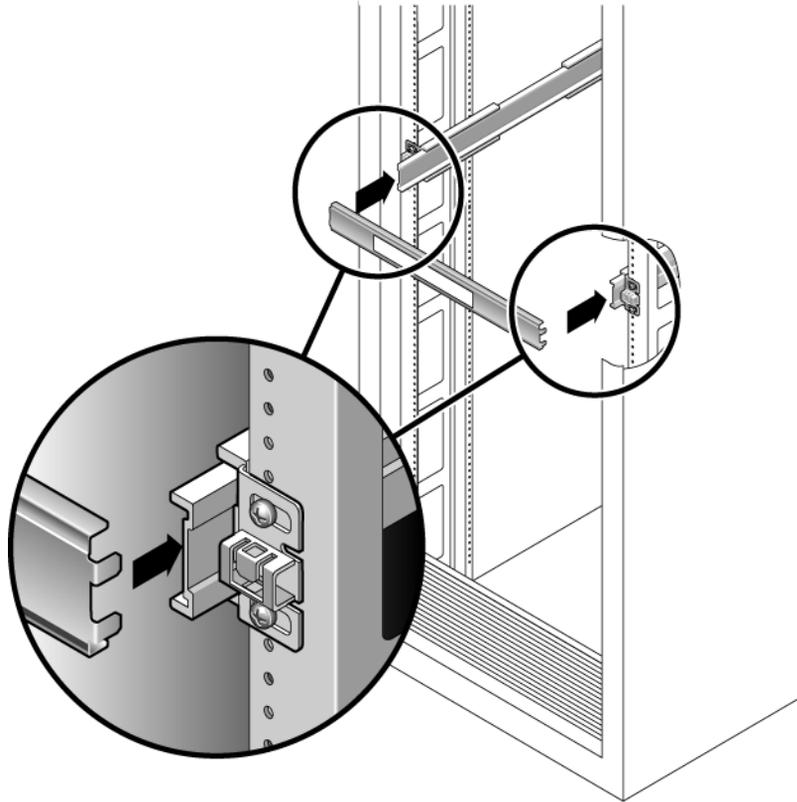

FIGURE 2-6 Utilisation de l'entretoise pour régler la distance entre les rails coulissants
- a. À l'avant du rack, encastrez le côté gauche de l'entretoise dans les encoches du bout du rail de gauche (FIGURE 2-6).